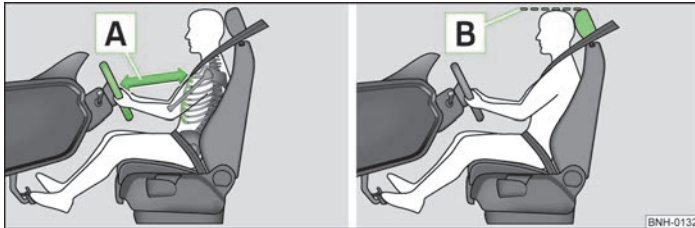

Abb. 76 Der richtige Abstand des Fahrers zum Lenkrad / Die richtige Kopfstützeinstellung
- › Das Lenkrad so einstellen, dass der Abstand [A] » Abb. 76 zwischen Lenkrad und Brustbein mindestens 25 cm beträgt.
- › Die Kopfstütze so einstellen, dass die Oberkante [B] » Abb. 76 auf Seite 94 » Seite 94 der Kopfstütze sich möglichst auf einer Höhe mit dem oberen Teil Ihres Kopfes befindet¹⁾.
- › Die Kopfstütze so einstellen, dass die Oberkante [B] » Abb. 76 auf Seite 94 » Seite 94 der Kopfstütze sich möglichst auf einer Höhe mit dem oberen Teil des Kopfes befindet.